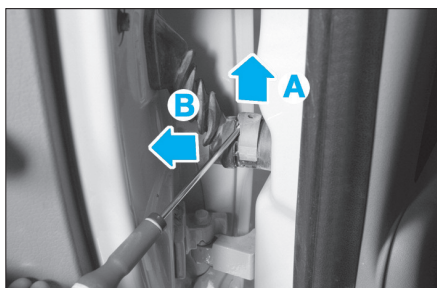

FIG. 108
- Débrancher le connecteur d'alimentation en levant l'agrafe de verrouillage (A) puis tirer le connecteur en (B) (Fig.108).